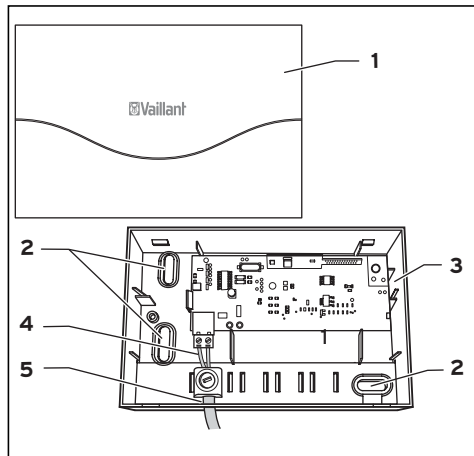

Fig. 9.2 Montage du récepteur
- Percez deux trous de fixation **(3)** de 6 mm de diamètre (conformément à la fig. 9.2), insérez ensuite les chevilles fournies.